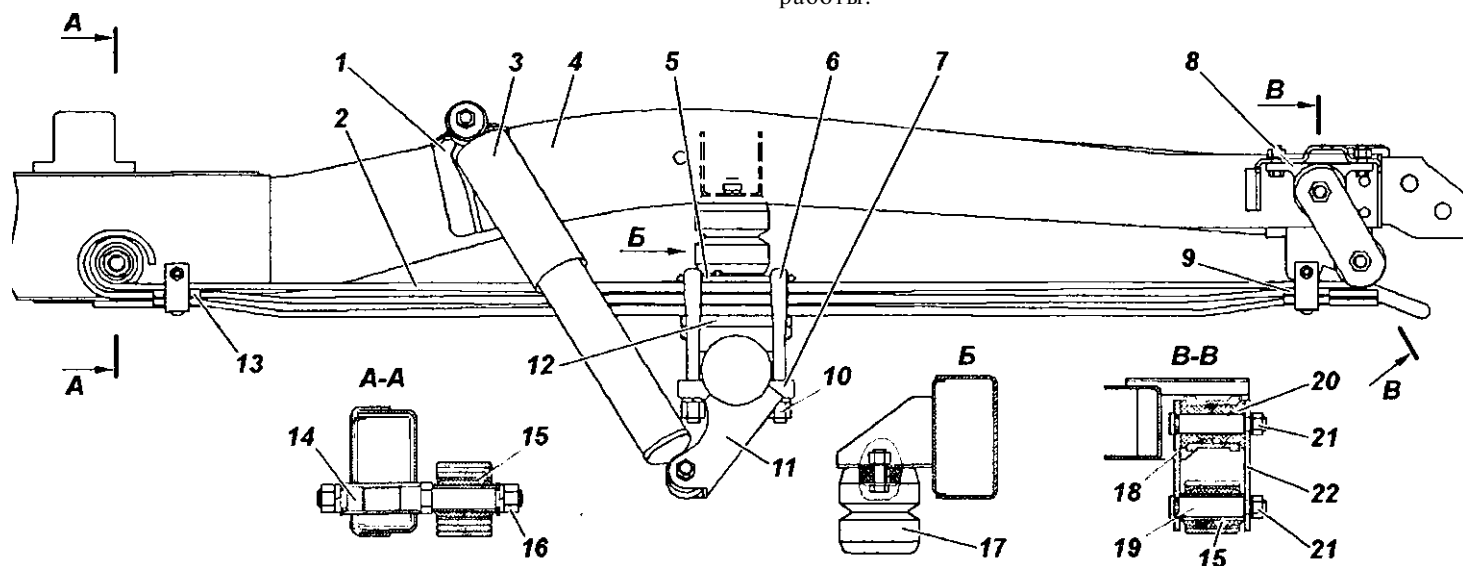

Рис. 10.3. Задняя подвеска автомобиля:
Задняя подвеска автомобиля (рис. 10.3) состоит из двух рессор (3 листа) и амортизаторов, расположенных с внешней стороны рамы.
Момент затяжки гаек 10 (см. рис. 10.3) стремянок 90-100 Н · м (9-10 кгс · м).
-- 1. Отверните гайки 10 (см. рис. 10.3) стремянок 6 рессор, снимите стремянки, подкладку 7 и накладку 5.